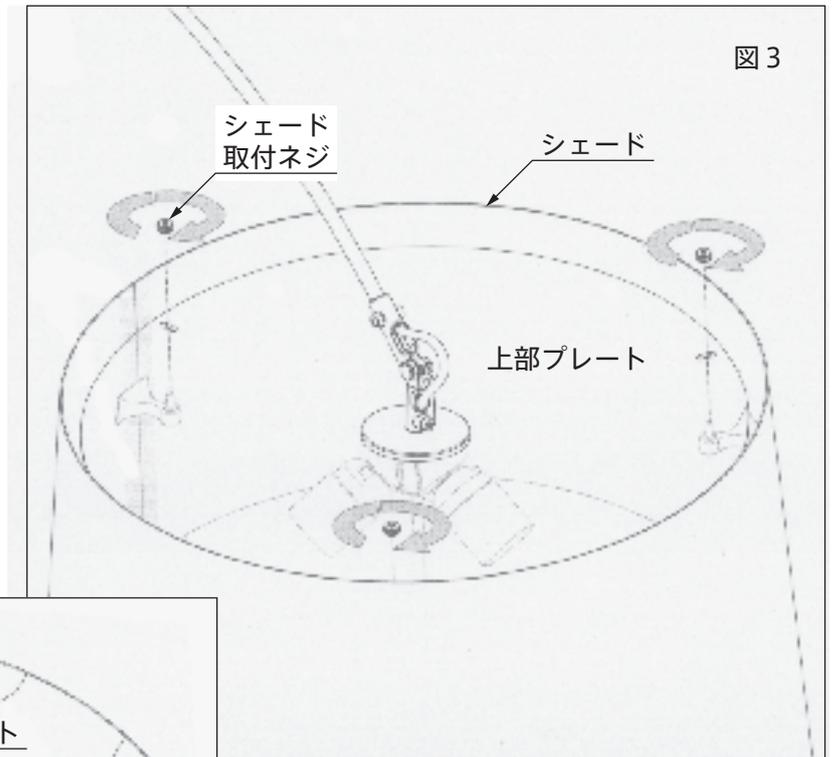

図3
6. シェード取付ネジにてシェードを上部プレートに固定します。（図3）